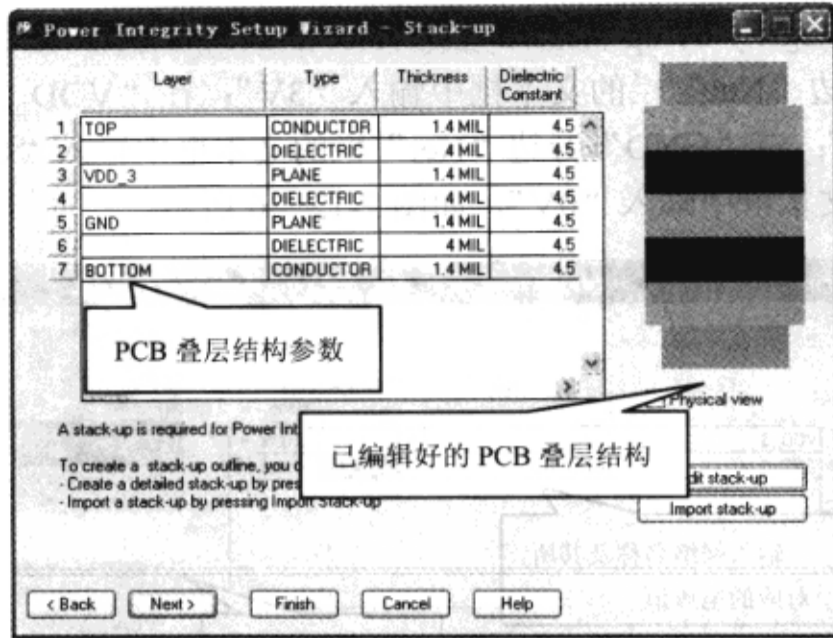

图 7-12-33 叠层结构设置对话框
(17) 在 “Layout Cross Section” 对话框中单击 “OK” 按钮, 这时会显示 “Power Integrity Setup Wizard - Stack-up” 对话框, 如图 7-12-33 所示。